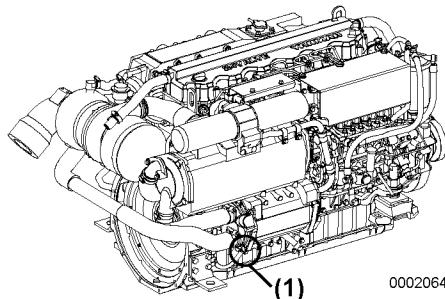
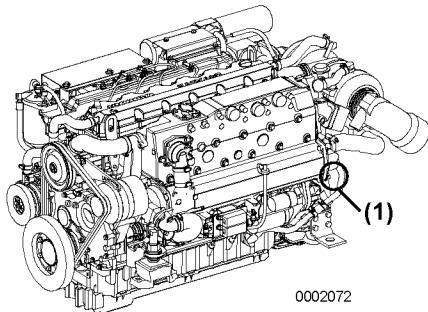

Figura 1
Figura 2
1. Afloje los grifos de drenaje de agua de mar (Figura 1, (1)) , (Figura 2, (1)) y vacíe el agua de mar.